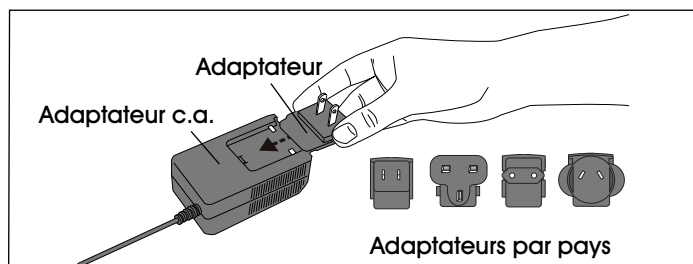

Figure 9
2. Choisissez l'adaptateur correspondant à votre pays pour la fiche c.a. (Voir Figure 9)